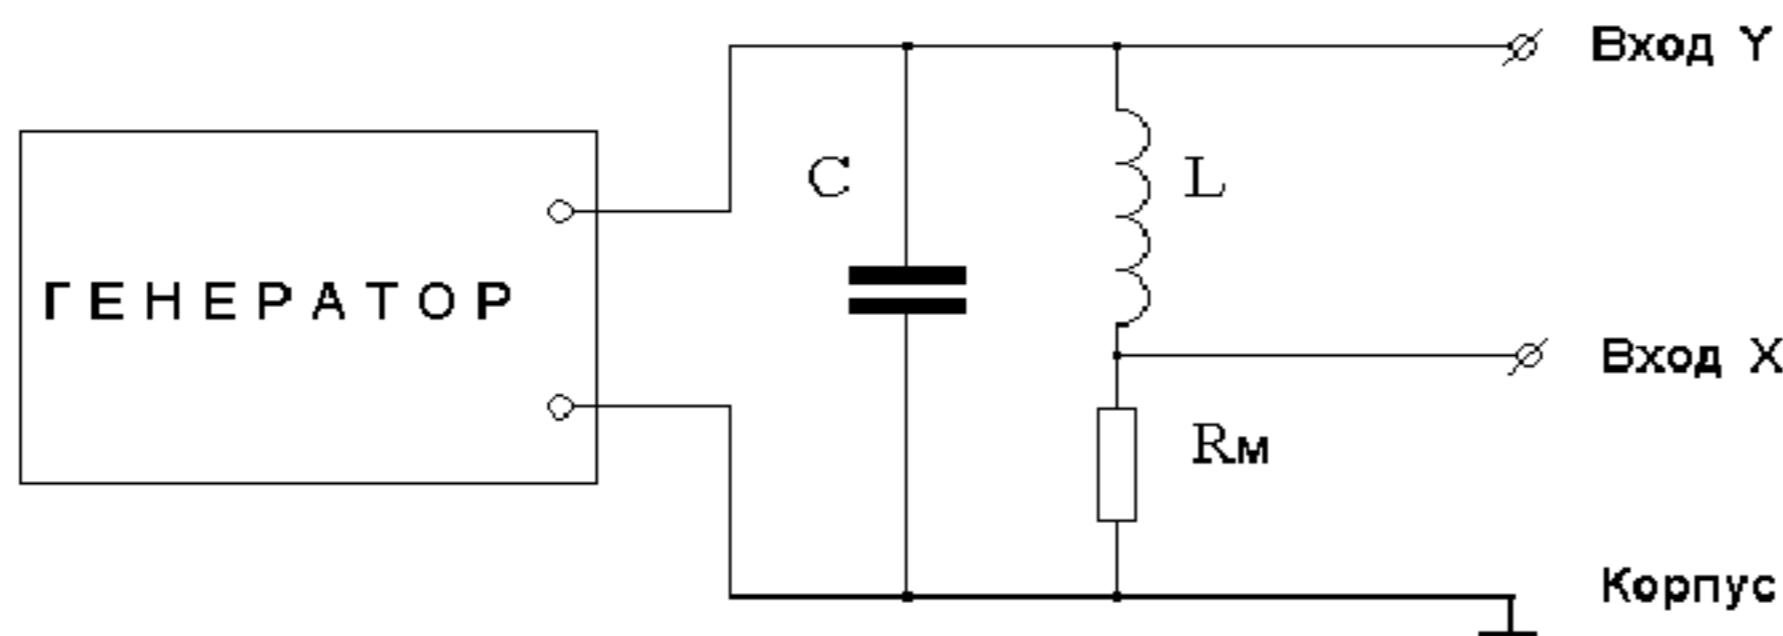

Рис. 6.
10. Для наблюдения фазовых кривых собрать схему по рис. 6.